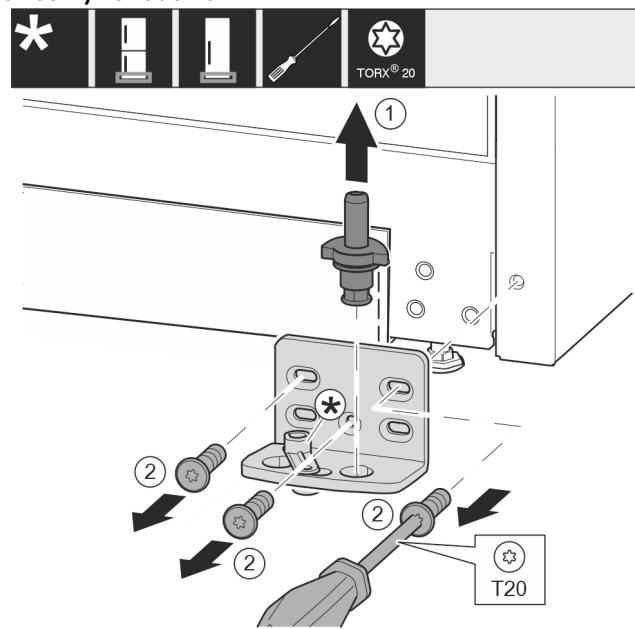

Fig. 11
- ▶ Ložiskový čap vytiahnite úplne nahor. Fig. 11 (1)
- ▶ Skrutky vyskrutkujte skrutkovačom T20 a odnímte ložiskovú konzolu. Fig. 11 (2)